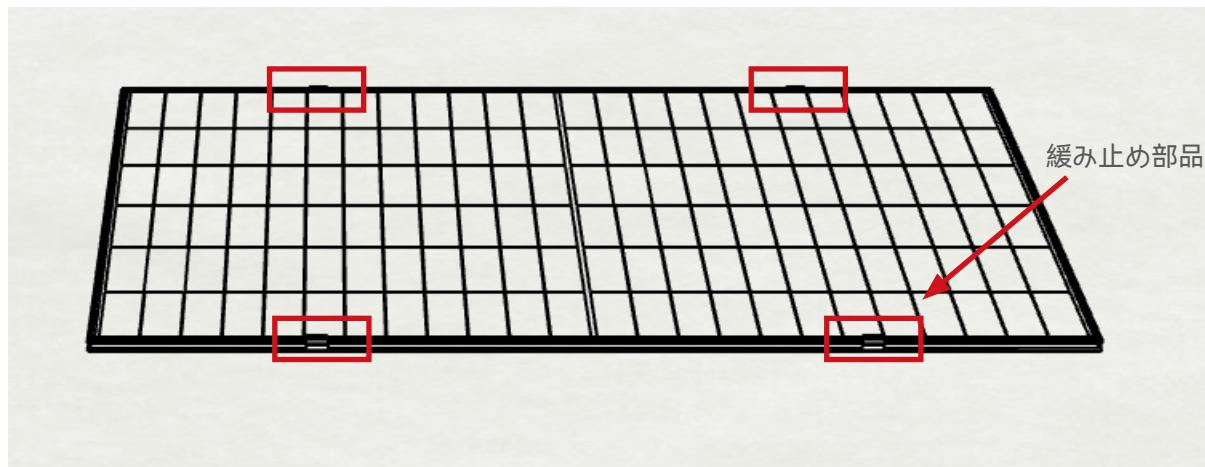
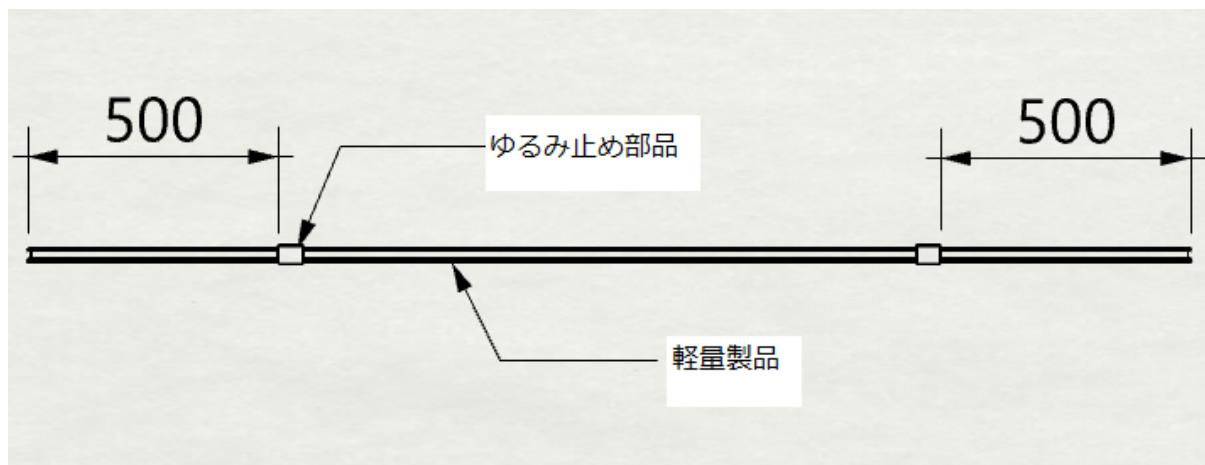

図 4
図 5
- Galaxy-F 製品を取り付ける前に、製品にゆるみ止め部品を取り付ける必要があります（図 4）。取り付け位置は両端から 500mm の箇所です（図 5）。